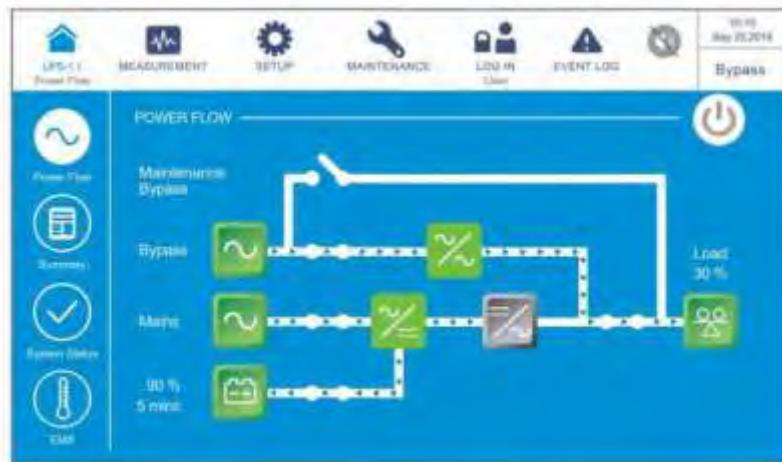

Рисунок 6-47: Экран байпасного режима
- 3 После выбора 'YES' ИБП отключит инвертор, прекратит подачу питания с каждого силового модуля и будет осуществлять подачу питания с байпасного источника переменного тока. Если байпасный источник переменного тока работает ненормально, то существует риск прерывания подачи питания, и подключенные важные нагрузки не будут защищены. В этот момент силовые модули продолжают заряжать батареи, трехцветный светодиодный индикатор горит желтым и появляется следующий экран (*Рисунок 6-47*). Расположение трехцветного светодиодного индикатора см. на *Рисунке 2-11*.